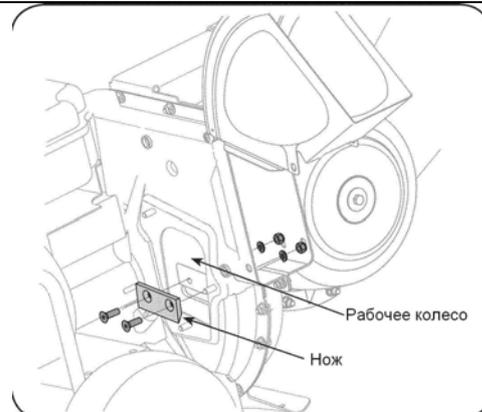

Рис.15
6. Снимите нож, удалив винты с внутренним шестигранником, зафиксируйте шайбы и гайки, которые крепят его к рабочему колесу. Сохраните крепеж. См. Рис. 15